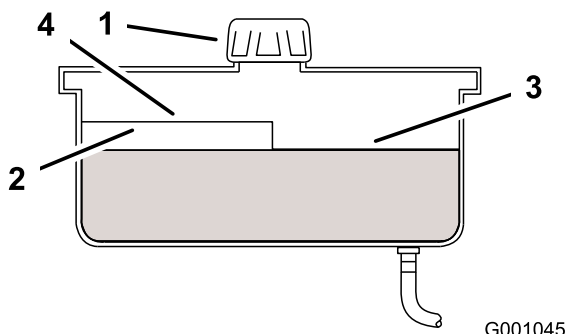

Figure 60
4. Nettoyez la surface autour du bouchon et du goulot de remplissage du réservoir hydraulique (Figure 60).
5. Retirez le bouchon du goulot de remplissage, et vérifiez si le réservoir contient du liquide. (Figure 60)
**Remarque:** Lorsque l'huile est chaude, elle doit atteindre le haut du repère "à chaud" sur le déflecteur (Figure 60).